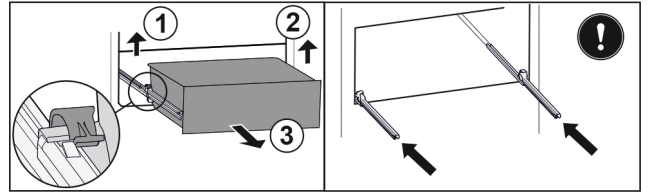

Fig. 194
- ▶ 提起左侧夹子，同时将抽屉左侧向前拉。 Fig. 194 (1)
- ▶ 提起右侧夹子，同时将抽屉右侧向前拉。 Fig. 194 (2)
- ▶ 朝前取出抽屉。 Fig. 194 (3)